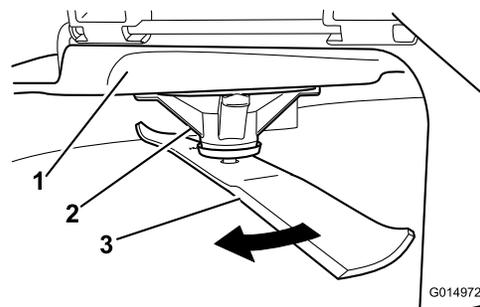

Figura 59
2. Llevando guantes fuertemente acolchados u otro tipo de protección apropiada para las manos, gire la cuchilla lentamente hasta una posición que permita medir la distancia entre el filo de corte y la superficie nivelada en la que descansa la máquina (Figura 59).